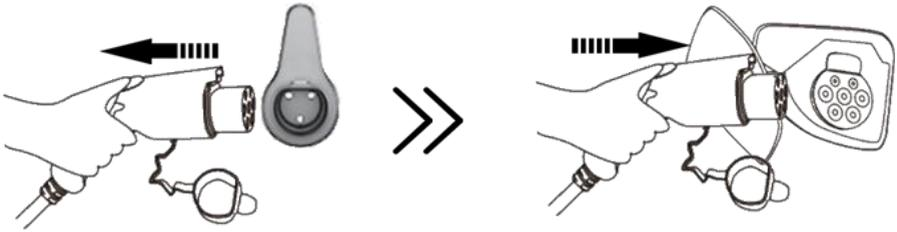

Fig.12
- 1) Connectez la fiche au VE, comme indiqué sur la Fig.12